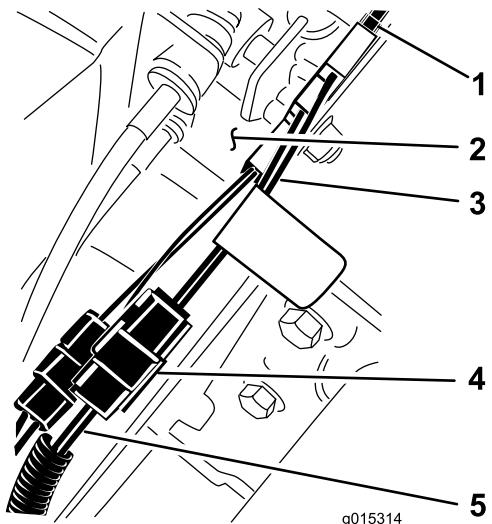

Bild 3
5. Schließen Sie den Überbrückungskabelbaum am Schalter und am Anschluss an und schließen ihn mit dem blauen und gelben Draht am Fahrzeugkabelbaum in der Nähe des Ganghebels an (Bild 3).